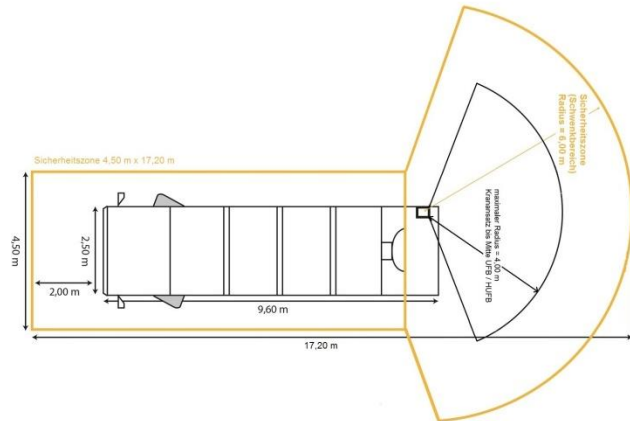

Abb. 2 - Aufsicht Kehrrichtfahrzeug (siehe auch nächste Seite)
- Auf der Fahrzeugseite in Richtung zum UFB bzw. HUFB hin ist der gesamte Schwenkbereich bis auf eine Lichthöhe von 11 Metern frei (Abb. 2 und 3).
- Der Mittelpunkt des UFB bzw. HUFB ist innerhalb des Hebe- und Schwenkbereiches des Kehrichtsammelfahrzeugs platziert (maximaler Radius 4,00 m, Kranansatz bis Mitte UFB, HUFB; Abb. 2).
Für die Bewirtschaftung der UFB bzw. HUFB sind am Entleerungsort nachfolgende Bedingungen wichtig (Abb. 2 und 3):